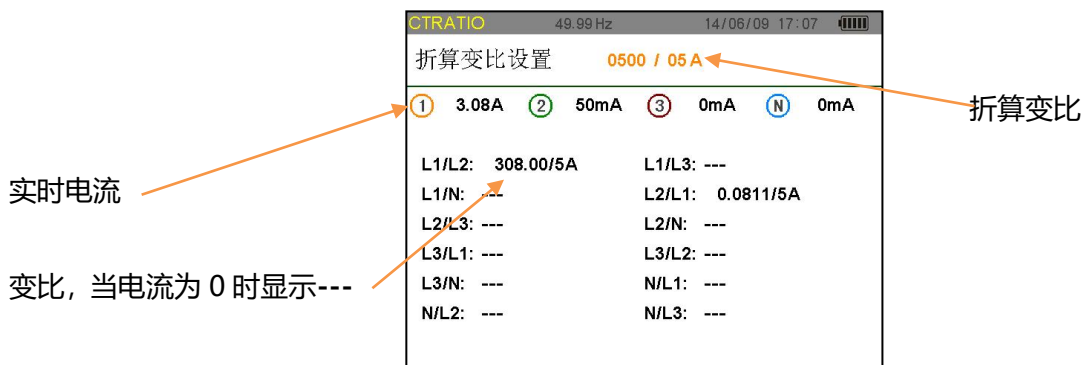

图 12-2 CT 变比示意图
在任一模式下，用户可短按  键直接进入截图列表进行截图浏览，如图 12-2 所示。
- 短按  键，仪器显示  图标和截图列表(参见图 12-2)。
在屏幕显示截图列表中(如图 12-2 图例所示)。